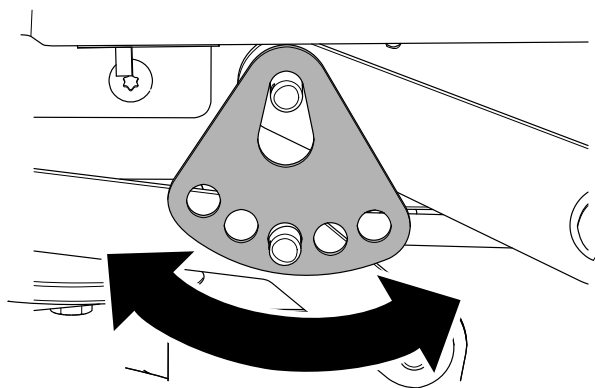

Figura 65
7. Gire la placa de ajuste de la altura de corte a otro orificio para que apoye el peso de la carcasa de corte después de instalar la placa (Figura 65).